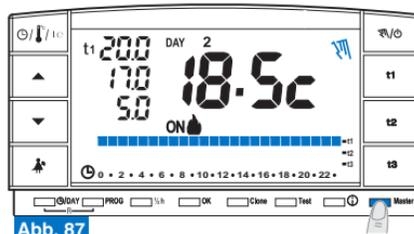

Abb. 87
- Die Taste "Master" kurz drücken; am Display verschwindet das Wort **Master**: der Zeith thermostat bleibt im "Dauer-Manualbetrieb" und die dem Master zugewiesenen Zonen kehren unter die Kontrolle der jeweiligen Sender zurück. (Beispiel in Abb. 87).